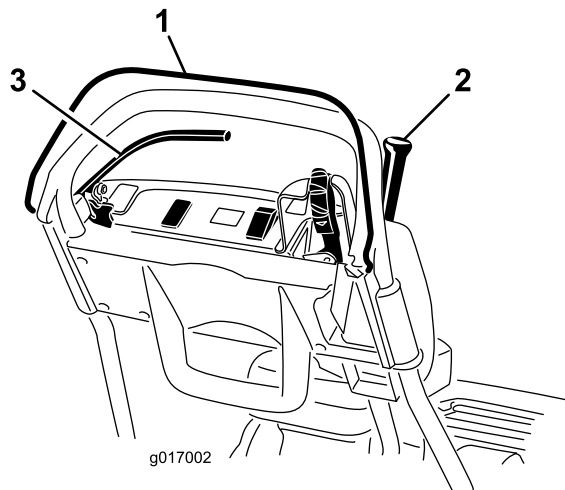

图27
3. 放开操作员到位控制装置后，尝试接合牵引杆（图27）。牵引杆应该不能接合。如果牵引杆能够接合，则需要对联锁系统进行维修。请在操作之前解决该问题。请参阅 维护牵引联锁开关（页码 26）。
4. 压下操作员到位控制装置并接合牵引杆，然后松开操作员到位控制装置（图27）。牵引杆应脱离。如果牵引杆不能分离，则需要对联锁系统进行维修。请在操作之前解决该问题。请参阅 维护牵引联锁开关（页码 26）或 调整驱动控制装置（页码 29）。
5. 压下操作员到位控制装置并将换挡控制杆移至左侧，接合牵引和滚刀驱动装置，然后松开操作员到位控制装置（图27）。牵引杆应脱离。如果牵引杆不能分离，则需要对联锁系统进行维修。请在操作之前解决该问题。请参阅 维护牵引联锁开关（页码 26）、调整驱动控制装置（页码 29）或 调整滚刀控制装置（页码 29）。
6. 压下操作员到位控制装置并将换挡控制杆移至左侧，接合牵引和滚刀驱动装置，将换挡控制杆移至右侧，分离滚刀驱动装置（图27）。滚刀驱动装置应分离。如果牵引杆不能分离，则需要对联锁系统进行维修。请在操作之前解决该问题。请参阅 调整滚刀控制装置（页码 29）。
2. 压下操作员到位控制装置，接合牵引杆并使发动机控制装置处于启动位置（图27）。尝试启动发动机。发动机不应启动。如果发动机启动了，则需要对联锁开关进行维修。请在操作之前解决该问题。请参阅 维护牵引联锁开关（页码 26）。
2. 分离牵引杆，接合刹车并使发动机控制装置处于启动位置（图27）。尝试启动发动机。发动机应该能够启动。如果发动机没有启动，则需要对联锁开关进行维修。请在操作之前解决该问题。请参阅 维护刹车联锁开关（页码 27）。
3. 发动机运行时，接合刹车（而非手刹），压下操作员到位控制装置并接合牵引杆（图27）。发动机应慢慢减速，但不应熄火。如果发动机快速熄火，则需要对联锁开关进行维修。请在操作之前解决该问题。请参阅 维护刹车联锁开关（页码 27）。
4. 发动机运行时，接合手刹锁定装置，压下操作员到位控制并接合牵引杆（图27）。发动机应该熄火。如果发动机没有熄火，则需要对联锁开关进行维修。请在操作之前解决该问题。请参阅 维护刹车联锁开关（页码 27）。